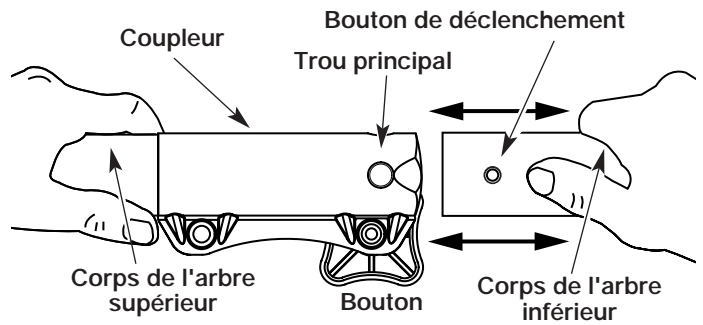

Fig. 2
3. Tenez fermement le corps de l'arbre supérieur et retirez l'accessoire de coupe ou autre du coupleur (Fig. 2).
3. Tenez fermement l'accessoire et enfoncez-le tout droit dans le coupleur (Fig. 2).
**MISE EN GARDE** : verrouillez le bouton de déclenchement dans le trou principal (Fig. 2) et vissez bien le bouton avant de faire marcher l'appareil.